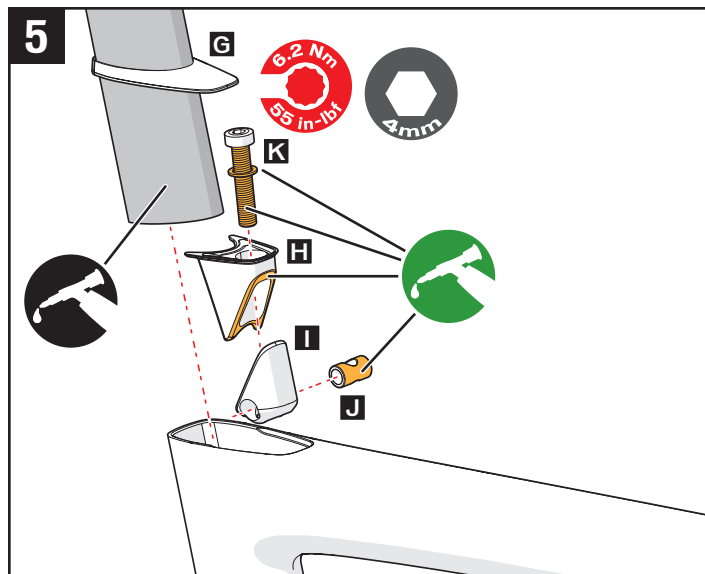

FIG. 5: Installeer de zadelpen in het frame.
- Installeer de zadelpen zoals beschreven in de sectie Zadelpen (Fig. 5, pagina 13).
- Fig. 5: Na het bepalen van de zadelhoogte, draai de keilbout van de zadelpen aan tot 6,2 Nm (55 in-lbf).